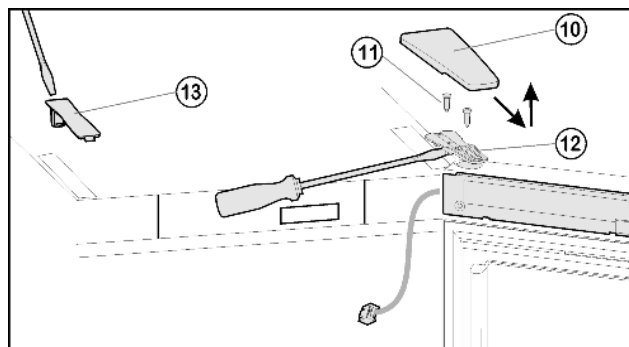
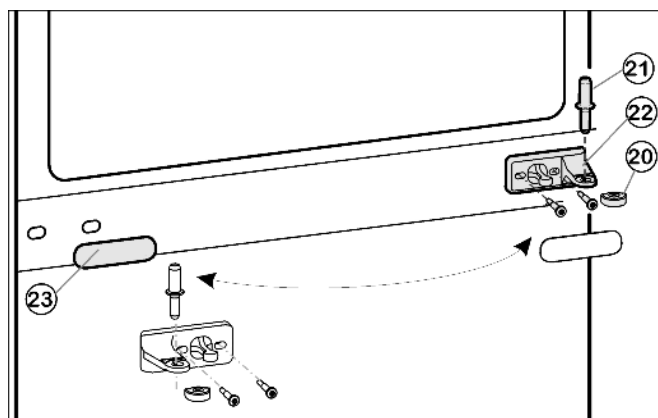
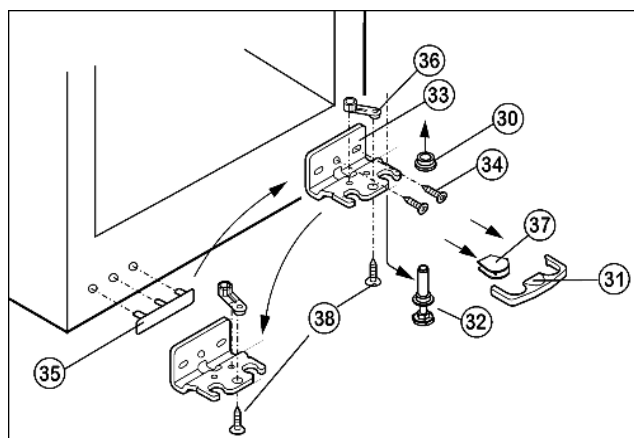

Fig. 5
Fig. 6
Fig. 7
- Togliere la copertura Fig. 5 (10) tirando in avanti e staccare la copertura Fig. 5 (13).
- Allentare le viti Fig. 5 (11).
- Togliere completamente la porta con il blocco di supporto Fig. 5 (12) e il cavo tirando verso l'alto. Per staccare, eventualmente sollevare con cautela usando il cacciavite per viti ad intaglio sotto il blocco di supporto.
- Estrarre il perno di supporto centrale Fig. 6 (21) dal blocco di supporto centrale Fig. 6 (22) e dalla porta inferiore.
- Togliere il coperchio di plastica Fig. 6 (20).
- Smontare il blocco di supporto centrale Fig. 6 (22).
- Staccare il pannello di copertura Fig. 6 (23) facendo attenzione.
- Spostare il blocco di supporto centrale Fig. 6 (22) ruotato di 180° sul nuovo lato cerniera.
- Inserire nuovamente il pannello di copertura Fig. 6 (23) ruotato di 180° sul nuovo lato maniglia.
- Staccare la protezione Fig. 7 (31) tirando in avanti.
- Staccare la copertura Fig. 7 (37).*
- Avvitare completamente il piedino di regolazione Fig. 7 (32).
- Estrarre il perno di supporto Fig. 7 (32) tirando verso il basso e in avanti. Fare attenzione alla boccia della cerniera Fig. 7 (30).
- Svitare il blocco di supporto Fig. 7 (33) (2 x Torx 25) Fig. 7 (34).
- Svitare l'elemento di supporto Fig. 7 (36) (1 x Torx 25) Fig. 7 (38) e spostarlo nel foro di alloggiamento opposto del blocco di supporto, serrare nuovamente.
- Togliere la copertura lato maniglia Fig. 7 (35) facendo attenzione e spostarla.
- Avvitare nuovamente il blocco di supporto Fig. 7 (33) sul nuovo lato cerniera, eventualmente servendosi di un avvitatore a batteria, tramite l'asola esterna e il foro circolare.
- Applicare la copertura Fig. 7 (37) sul lato opposto.*
- La protezione (21) deve innestarsi lateralmente sul blocco di supporto, per assicurare il perno di supporto e la porta.
- Innestare nuovamente la protezione (31) sul blocco di supporto.
- Applicare la boccia cerniera Fig. 7 (30).
- ▶ Appoggiare la porta dall'alto sul perno di supporto in basso Fig. 7 (32).
- ▶ Applicare nuovamente il coperchio di plastica Fig. 6 (20) sul blocco di supporto centrale Fig. 6 (22).
- ▶ Inserire il perno di supporto centrale Fig. 6 (21) mediante il blocco di supporto centrale Fig. 6 (22) nella porta inferiore.
- ▶ Mettere la porta superiore sul perno di supporto centrale Fig. 6 (21), chiudere la porta e appoggiarvi sopra il blocco di supporto Fig. 5 (12) superiore, in modo che si innesti in posizione nel lato superiore dell'apparecchio.
- ▶ Avvitare saldamente il blocco di supporto Fig. 5 (12). Eventualmente praticare fori a vite o utilizzare un avvitatore a batteria.
- ▶ Inserire la copertura Fig. 5 (10) e la copertura Fig. 5 (13).
- ▶ Eventualmente allineare le porte sopra le due asole nel blocco di supporto in basso Fig. 7 (33) e nel blocco di supporto al centro Fig. 6 (22) in linea con l'involucro dell'apparecchio, quindi serrare le viti.